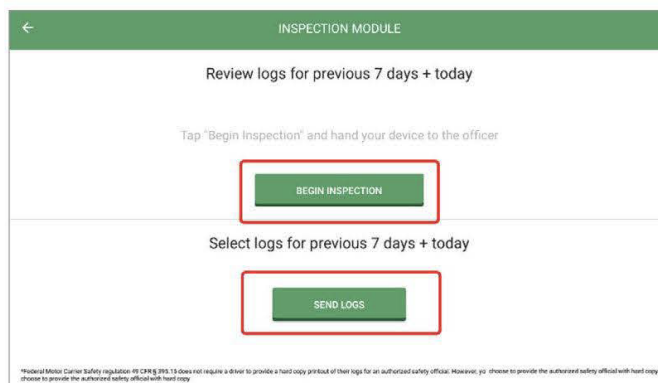

IMAGEN 20
2. Para ELD: pulsa “Comenzar inspección” y muestra el resumen de 8 días de tu bitácora electrónica al oficial. Pulsa “Enviar registros” para enviar el informe por correo electrónico si es necesario (imagen 20).